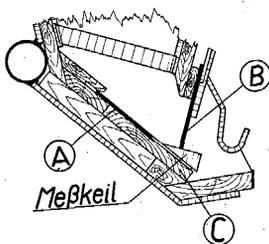
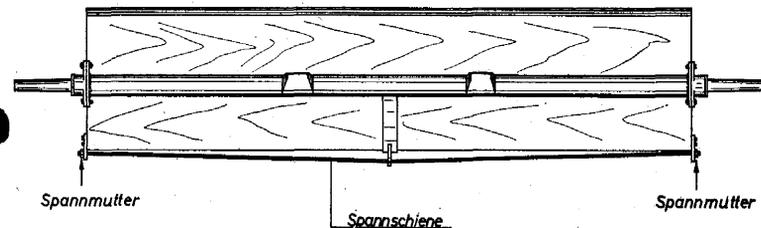

Abb. 2
Abb. 3
Die Überprüfung geschieht folgendermaßen: Auf der ganzen Maschinenbreite ist z. B. bei Durchlaßschieberstellung 6 ein Meßkeil zwischen Durchlaßschieber (B) und Rührschieber (A) zu stecken (s. Abb. 2). Achten Sie bitte hierbei darauf, daß der Rührschieber (A) an allen Stellen gleichmäßig auf dem Kastenboden (C) aufliegt! Bei der ersten Probe macht man zweckmäßig eine Markierung auf den Meßkeil und überprüft, ob der Abstand zwischen Rührschieber (A) und Durchlaßschieber (B) auf der ganzen Maschinenbreite gleich ist. Ist dies nicht der Fall, so ist durch Verdrehen der Spannschlösser (10/17) der Durchlaßschieber entsprechend nachzustellen. Hat der Kastenboden (C) sich durchgebogen, so muß er durch Anziehen der Spannmuttern über die Spannschiene wieder nachgerichtet werden (siehe Abb. 3)!